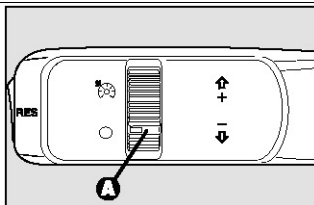

рис.57
Повернуть шайбу **А-рис. 57** в положение
- Повернуть шайбу **А - рис. 57** в положение , нажав на педаль акселератора и довести автомобиль до желаемой скорости;
*Если устройство работает неверно или не работает вовсе, поверните шайбу **A** – рис.57 в положение 0 и проверьте, не перегорел ли соответствующий предохранитель. Если нет, обратитесь в Сеть по обслуживанию автомобилей Alfa Romeo.*